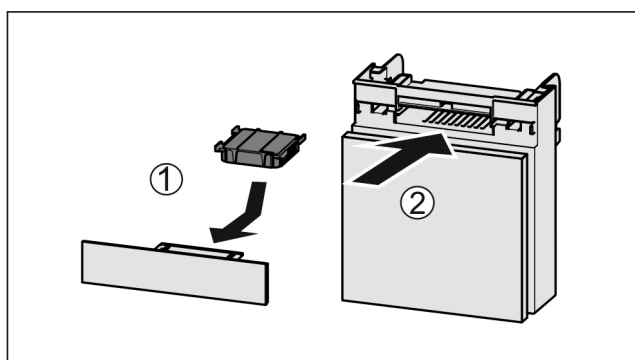

Fig. 84
- ▶ Sätt in Fig. 84 (1) aktivtkolfiltret enligt bilden.
- ▶ Skjut in Fig. 84 (2) lådan.